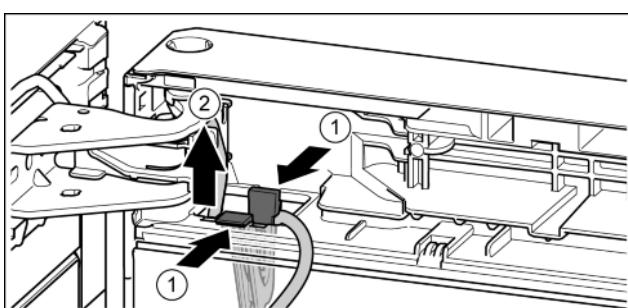

Fig. 24
- Нажать на соединительную накладку. Fig. 24 (1)
- Вынуть держатель кабеля с закрепленным на нем кабелем. Fig. 24 (2)